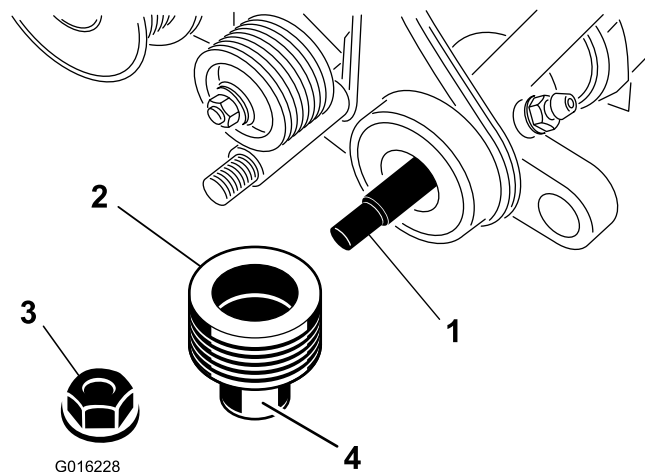

Figura 6
13. Applicate del grasso sulla guarnizione esterna della puleggia motrice (Figura 6).
14. Fate scorrere la puleggia sull'albero grooming (Figura 6).
15. Fissate la puleggia all'albero con un dado di bloccaggio flangiato (Figura 6) e serratela a una coppia di 23-28 N m.
16. Applicate del grasso alla guarnizione nella piastra di supporto sinistra e all'estremità dell'albero grooming (Figura 6).